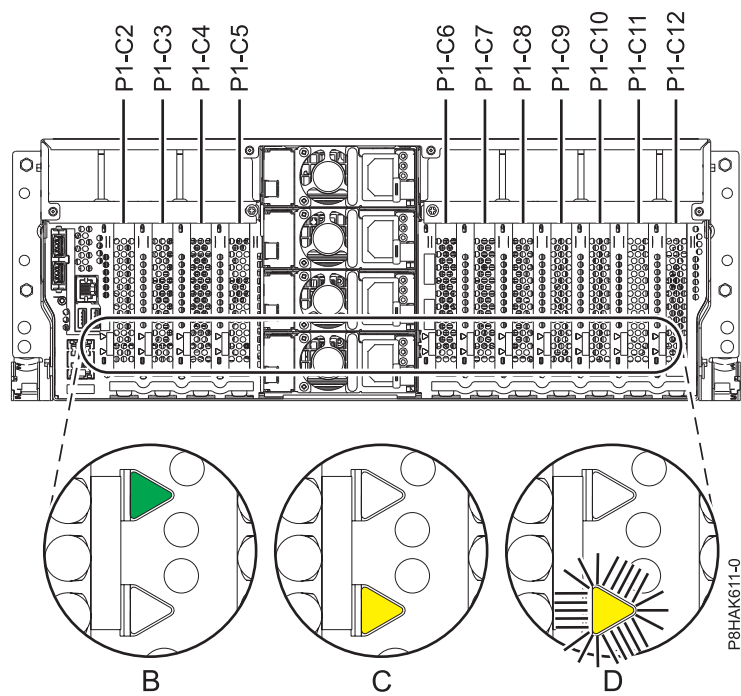
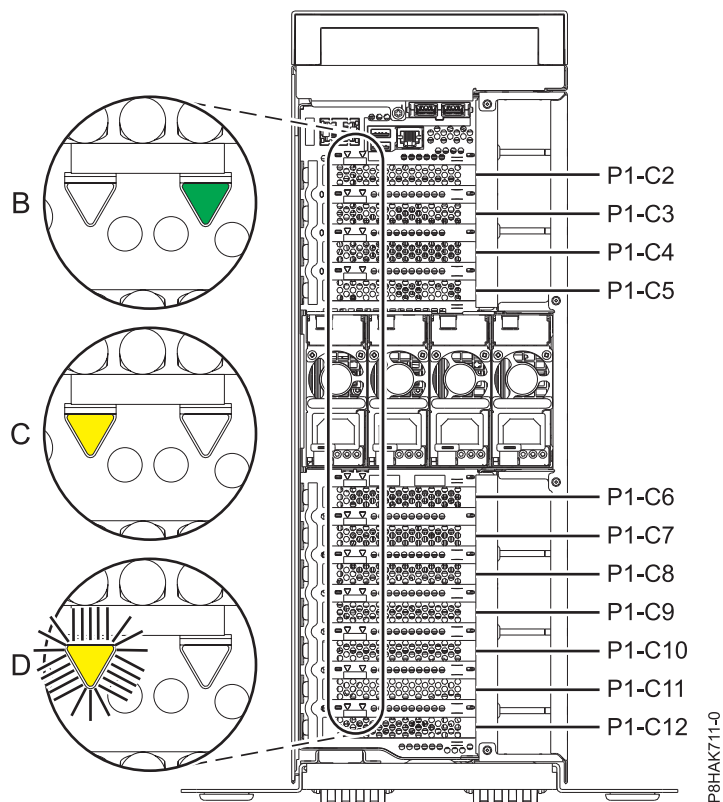

Abbildung 56. Positionen der PCIe-Adaptersteckplätze und Positionen der LEDs in einem Einschubsystem
Abbildung 57. Positionen der PCIe-Adaptersteckplätze und LEDs in einem eigenständiges System vom Typ 8286-41A
1. In Machen Sie sich mit den Positionen der PCIe-Adaptersteckplätze und den Serviceanzeigen für den zu wartenden PCIe-Adapter vertraut. Die PCIe-Adapter werden an der Rückseite des Systems installiert. In Abb. 56 auf Seite 65 und Abb. 57 auf Seite 65 werden die Positionen der PCIe-Adapter in einem System und die Positionen der LEDs des PCIe-Adapters angezeigt.